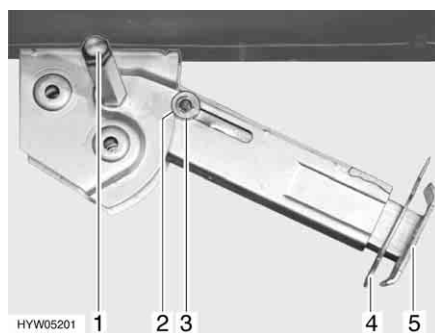

Bild 36 Hubstütze
- Am Sechskant (Bild 36,1) den Steckschlüssel aufstecken und drehen, bis die Hubstütze senkrecht nach unten steht.
- Splint (Bild 36,4) aus der Stützfußverlängerung (Bild 36,5) herausziehen.
- Am Sechskant (Bild 36,1) den Steckschlüssel aufstecken und drehen, bis die Hubstütze wieder vom Boden frei ist.
- Stützfußverlängerung (Bild 36,5) ganz einschieben und Splint (Bild 36,4) in die vorgesehene Bohrung an der Stützfußverlängerung stecken.
- Mit Steckschlüssel am Sechskant (Bild 36,1) drehen, bis Hubstütze nach oben geschwenkt und die Führungsscheibe (Bild 36,3) vollständig in die Kerbe (Bild 36,2) eingefahren ist.